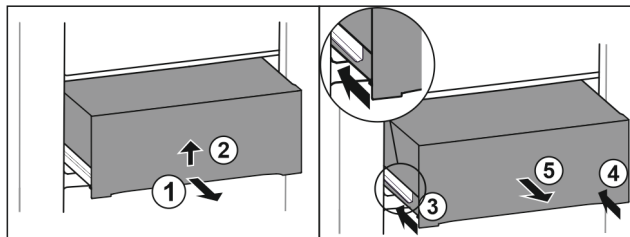

Fig. 48
- ▶ Zásuvku napůl vytáhněte. Fig. 48 (1)
- ▶ Zvedněte zásuvku na spodní straně. Fig. 48 (2)
- ▶ Zasuňte levou kolejničku. Fig. 48 (3)
- ▶ Zasuňte pravou kolejničku. Fig. 48 (4)
- ▶ Vyjměte zásuvku dopředu. Fig. 48 (5)